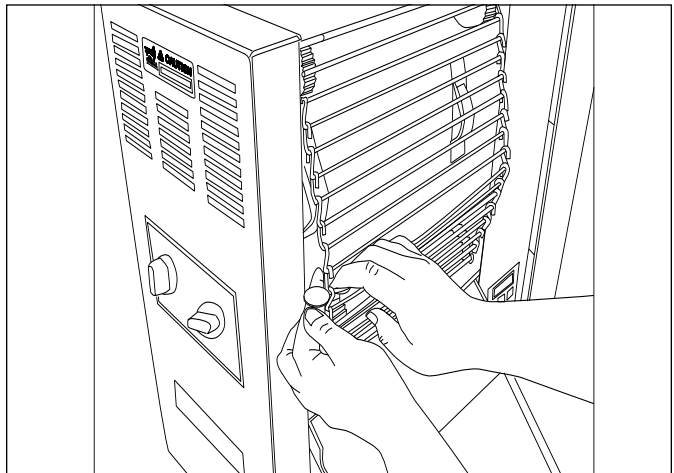

Figura 11. Medición de la cadena del transportador
2. Póngase guantes resistentes al calor y retire el alimentador y la canaleta de panecillos (Figura 11). Lávelos en el fregadero y déjelos secar al aire.
4. Ponga una moneda de 25 centavos estadounidenses 2.5 cm (15/16 de pulgada) horizontalmente entre la cadena y el armazón (Figura 11).